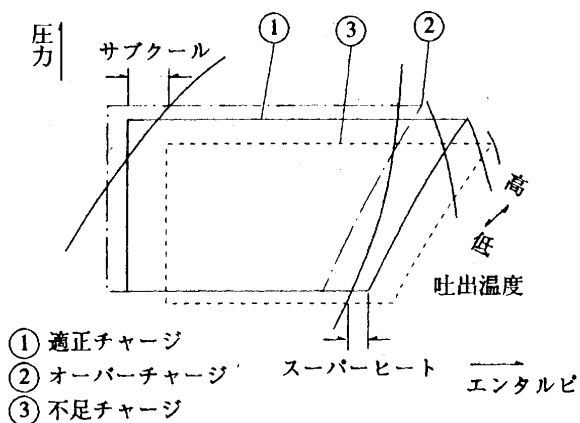

図 13-2. 冷媒チャージ量とモリエル線図
- このことをモリエル線図に図示すると 図 13-2 のようになります。